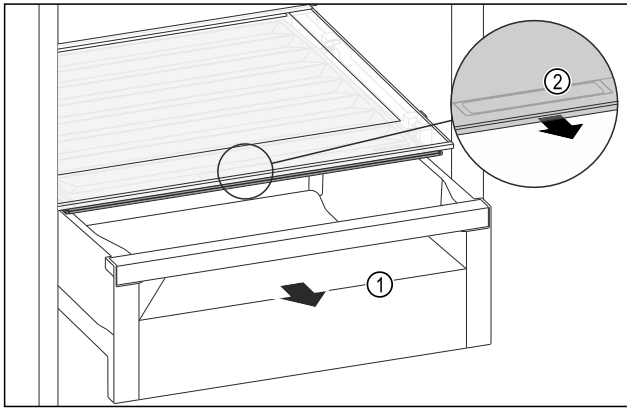

Fig. 145
- Извлеките выдвижной ящик Fig. 145 (1).
- Возьмитесь за утопленную ручку Fig. 145 (2) на крышке отделения и одновременно потяните крышку отделения вперед.